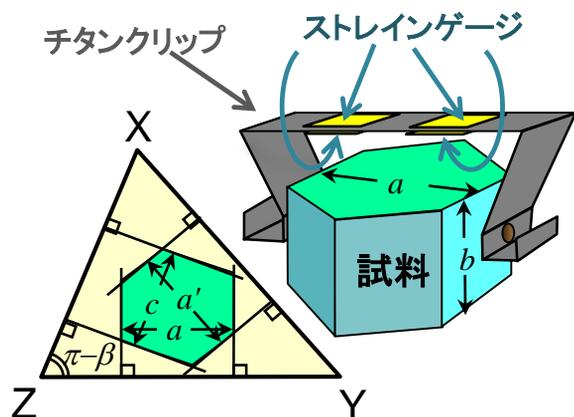

図1 クリップ型ストレインゲージ熱膨張計による単斜晶系試料の測定 ( $a$ 軸方向の測定例)
- ▶ 我々が開発したクリップ型ストレインゲージ熱膨張計では、単斜晶系の3結晶軸方向  $a$ ,  $b$ ,  $c$  と更に独立なもう一つの方向  $a'$  に垂直な面を持つ六角柱試料 (図1) で全ての成分を測定できる。